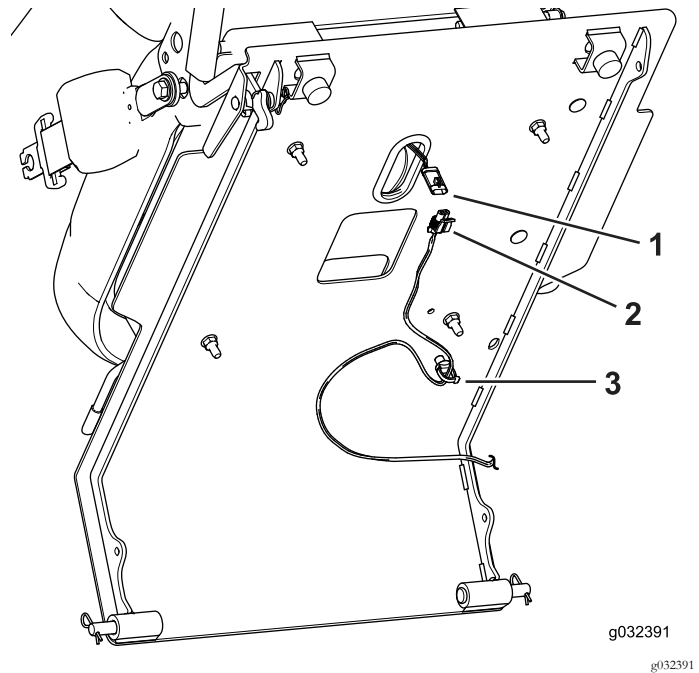

Figura 2
2. Desconecte el interruptor del asiento, en la parte inferior de la chapa del asiento, del arnés de cables (Figura 2).
3. Retire el clip con brida de la parte inferior de la chapa del asiento (Figura 2).